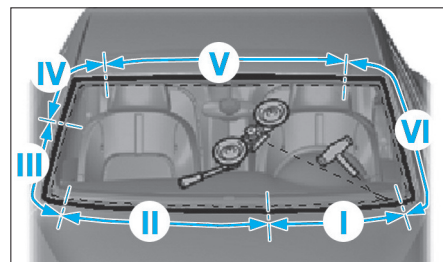

FIG. 3
- Attacher l'autre extrémité du fil tranchant à la ventouse (Fig.3).